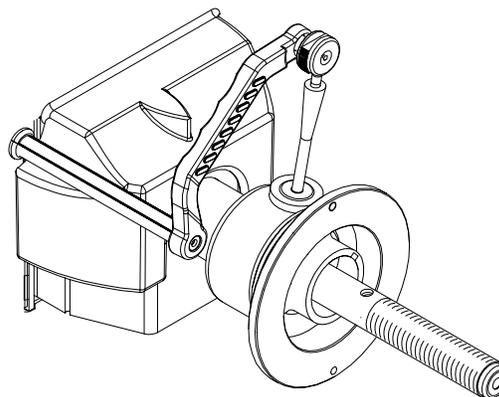

Figure 44 - Bout de contact du poids de calibration sur le collier cloche
10. Localiser le poids de calibration. Placer le poids de calibration avec la partie la plus grande orientée vers le collier de la cloche. Etendre le bras SAPE à l'extérieur et faire tourner l'extension de façon à toucher à peine la fin du poids de calibration (voir Figure 44). Une sonnerie se déclenche, l'afficheur indique "**H**" "**POS**". Ramener le bras SAPE dans sa position d'origine.